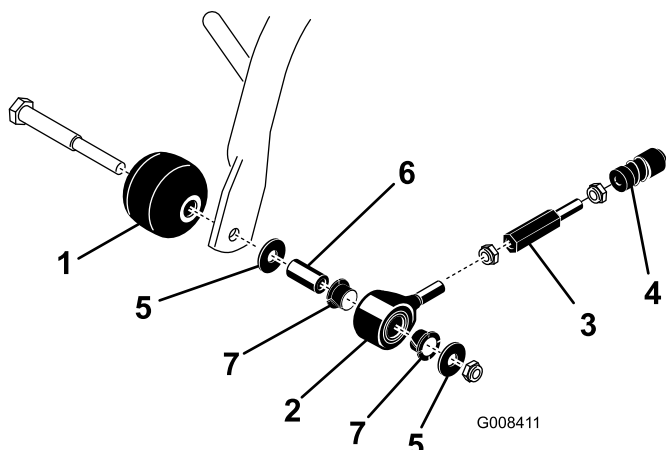

Figure 9
1. À l'aide d'un arbre, d'une entretoise, de rondelles et d'un contre-écrou, montez un galet anti-scalp et un ensemble tirant à l'extrémité extérieure de chaque bâti porteur avant (Figure 9). Veillez à disposer les composants comme illustré et vérifiez que les bagues en nylon sont engagées dans l'ensemble tirant.